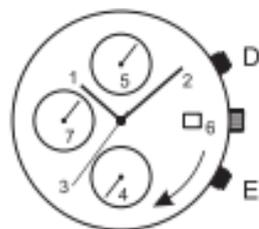

рис. 13
**Внимание!** Установка и корректировка времени осуществляется путем вращения заводной головки таким образом, чтобы стрелки осуществляли движение вперед (по ходу движения часовой стрелки, смотрите рис. 13). В этой позиции, вращая головку, вы устанавливаете нужное время (до/после полудня). При этом секундная стрелка (4) останавливается, что позволяет осуществлять синхронизацию Ваших часов с сигналом точного времени.
Для установки или коррекции даты вытяните заводную головку в положение (С). Вращая заводную головку по часовой стрелке (рис. 13) добейтесь смены даты. Выставьте стрелки на 6:00. Переведите головку в положение (В) и вращая заводную головку против часовой стрелки, установите необходимую дату (\*1). В положении (С) установите нужное Вам время. Переведите головку в положение (А).